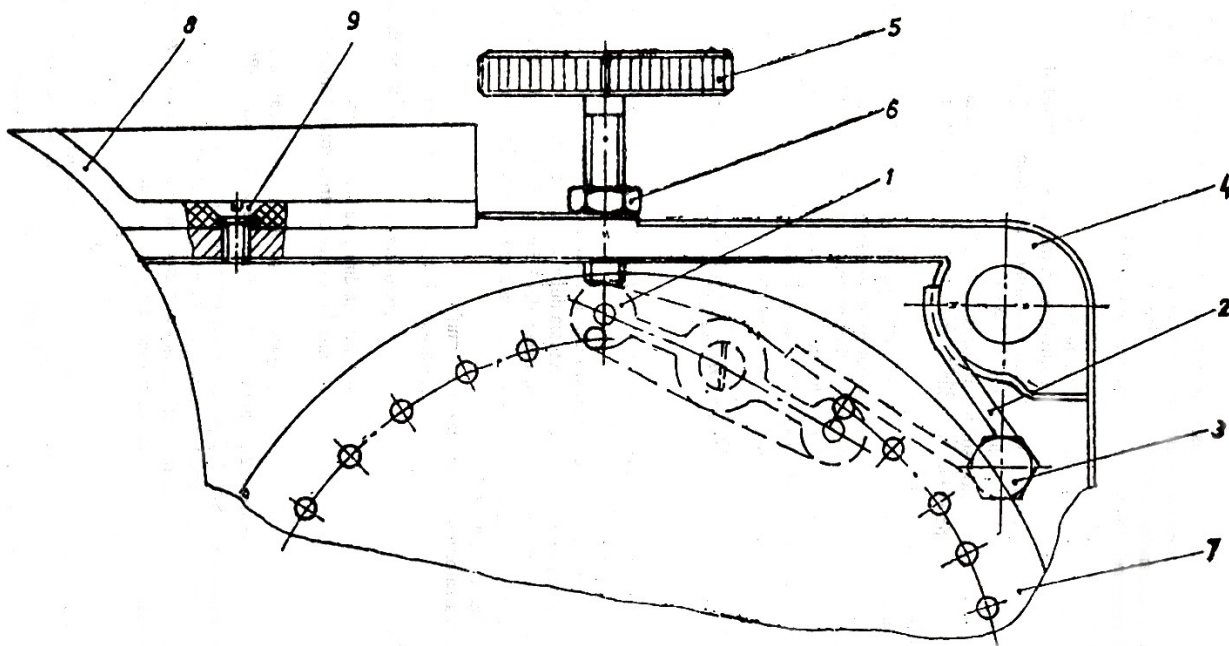

Fig. 12
C. Reglarea razuitorului de boabe (vezi fig. 12).